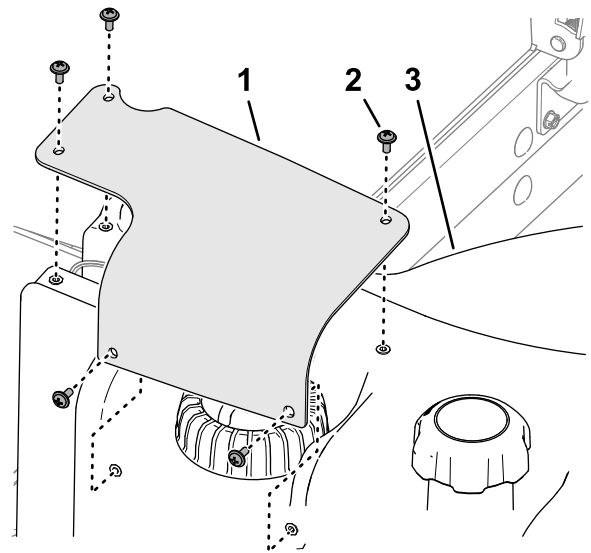

Figura 93
- 7. Alinee los orificios de la tapa del sensor de combustible con los orificios del depósito de combustible, y sujete la tapa al depósito con los 5 tornillos Phillips (Figura 93).